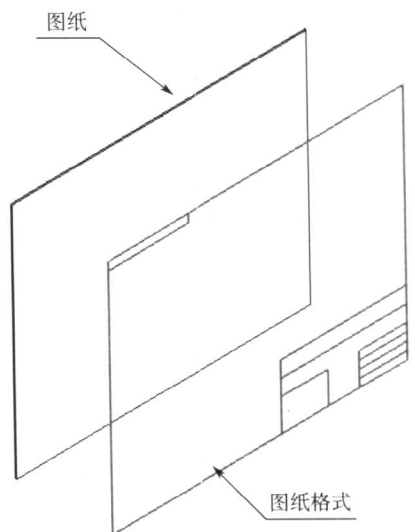

图 1-5 图纸与图纸格式
2. **图纸格式** 图纸格式包括边框、标题栏和必要的文字。图纸和图纸格式如图 1-5 所示。